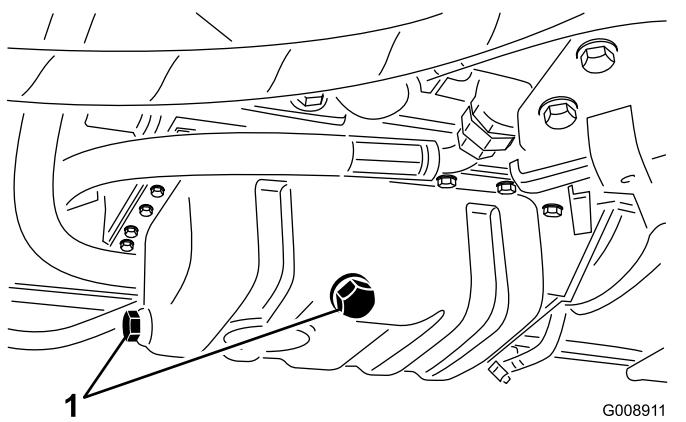

Figura 74
3. Togliete un tappo di spurgo (Figura 74) e lasciate defluire l'olio in una bacinella; quando l'olio smette di defluire, montate il tappo di spurgo.